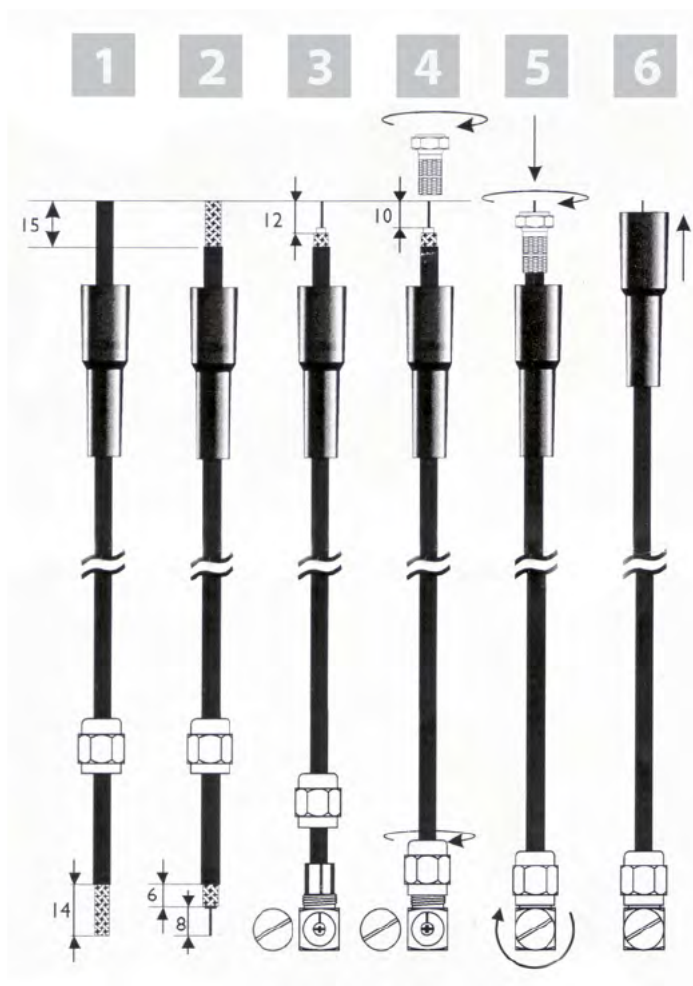

Bild 5: Montage der Stecker am Anschlusskabel
1. Schieben Sie die Gummitülle und die Mutter des F-Winkelsteckers aus dem Anschlussset (vgl. Abschnitt „Gerätebeschreibung“) auf das Kabel (siehe Position [1], Bild 5).
2. Isolieren Sie die beiden Kabelenden ab, so wie es in Position [2] und [3], Bild 5 zu sehen ist.
3. Stecken Sie den F-.Stecker und den F-Winkelstecker auf die beiden Kabelenden (siehe Position[4], Bild 5) und schrauben Sie die Mutter auf den Winkelstecker.
4. Drehen Sie den F-Stecker (siehe Position [5], Bild 5) auf das Kabel.
5. Schieben Sie die Gummitülle auf den F-Stecker (siehe Position [6], Bild 5).